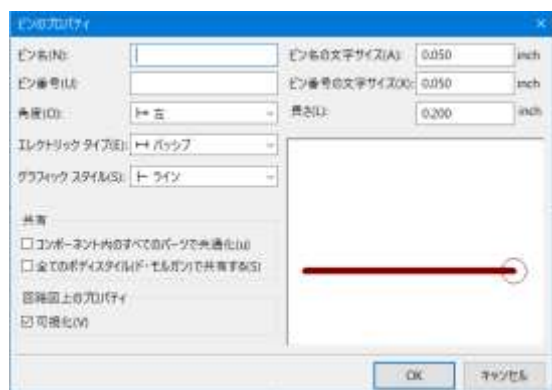
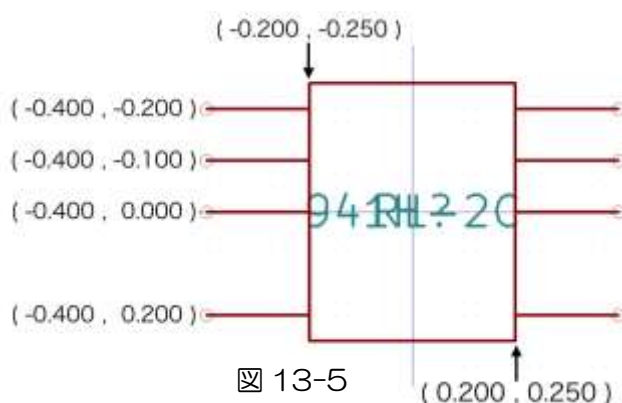

図 13-4
図 13-5
座標 (X-0.200 , Y-0.250) ~ (X 0.200 , Y 0.250) を対角にした矩形を描きます。図 13-5
(5) ピンの配置
① 右ツールバー  「コンポーネントにピンを追加」を選択します。
② ウィンドウの余白をクリックします。「ピンのプロパティ」ダイアログが開きます。
③ 角度「左」、エレクトリックタイプ「パッシブ」とし[OK]をクリックします。 図 13-4
④ マウスポインタにピンが吸着されているので適当な位置をクリックして配置します。
⑤ ②~④を繰り返してピンを図 75 の (x , y) で示す座標に4つ配置します。 図 13-5
⑥ 角度を「右」としてピンを右側にも4つ配置します。